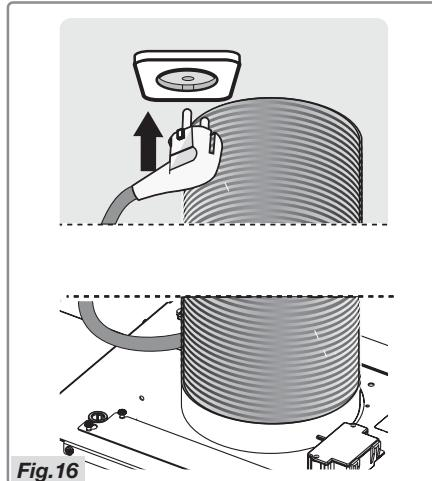

Fig.16
- Branchez la fiche dans la prise que vous aurez mise hors tension au préalable (Fig.16).